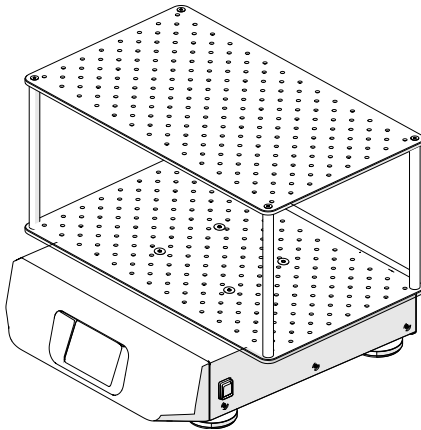

Abbildung 85: Zweistufige Plattform an einem Schüttler Solaris 4000
1. Haken Sie ggf. alle Federn ② in die Halterklammern ③, wie in Abbildung 85 dargestellt.
2. Legen Sie die Klammerbaugruppe auf die Plattform und richten Sie die Montagebohrungen ① aus.
3. Befestigen Sie die Klammerbaugruppe an der Plattform mit den im Lieferumfang enthaltenen Schrauben ④.